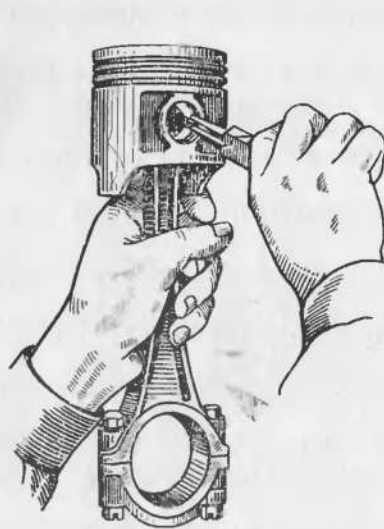

Рис. 64. Снятие стопорного кольца
6. Снять стопорные кольца поршневого пальца (рис. 64).